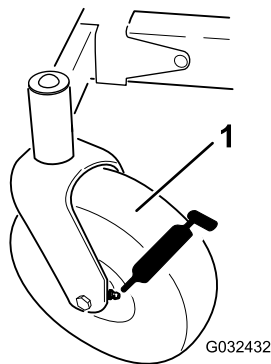

Figura 33
3. Limpie los engrasadores (Figura 33) con un trapo.
4. Conecte una pistola de engrasar a cada engrasador (Figura 33).